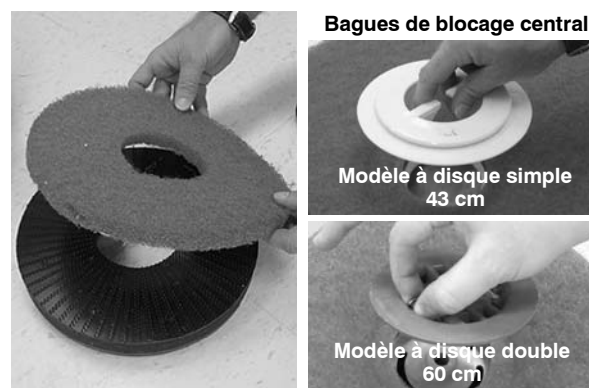

FIG. 7
3. Fixez le patin sur le système d'entraînement avant d'installer le système. Assurez-vous que le patin est centré sur le système d'entraînement (Figure 7). Les modèles à disque simple 43 cm et à disque double 60 cm nécessitent des bagues de blocage central pour maintenir le patin en place.